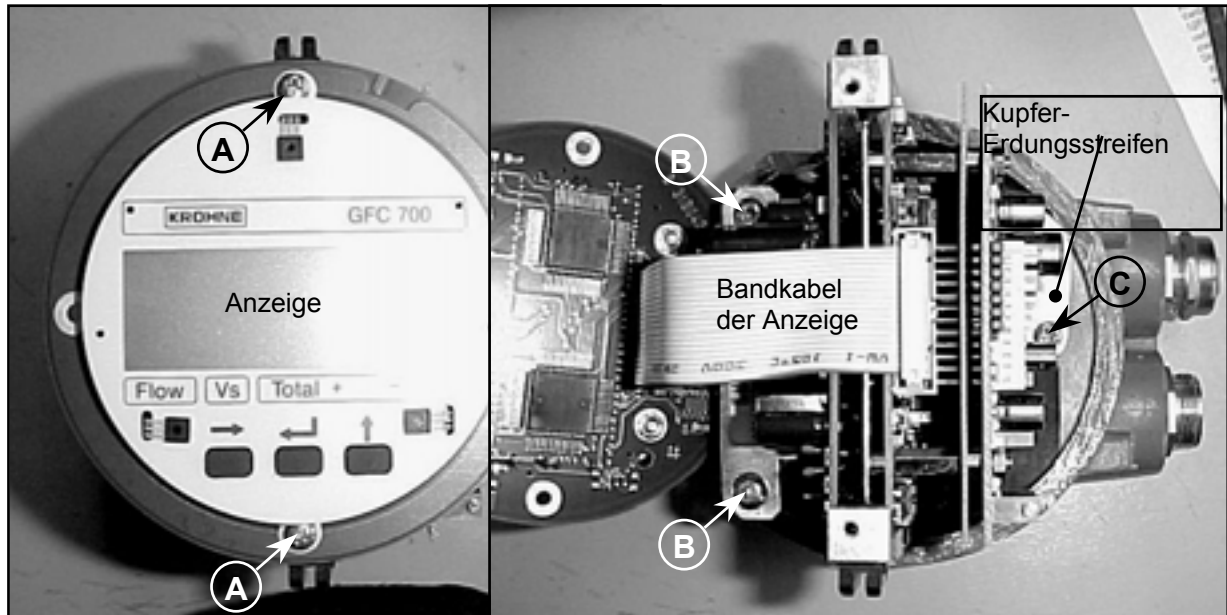

Abbildung 5: Anzeige (links) / Elektronikunit nach Entfernung der Anzeige (rechts)
- ◆ Der Kupfer-Erdungstreifen auf der Rückseite der Elektronikeinheit **muss** mit der Schraube **C** (siehe Abbildung 5) sicher mit dem Gehäuse (hinteres Ende des Elektronikkastens) verschraubt sein. Die Elektronikeinheit ist mit den zwei Schrauben **B** am hinteren Ende des Elektronikkastens angebracht. Bevor man auf die Schrauben **B** und **C** zugreifen kann, muss mit Hilfe der Schrauben **A** die Anzeigeeinheit entfernt werden.
2. Lösen Sie die beiden Schrauben **A** der Anzeige und lösen Sie die Bandkabel-Steckverbindung der Anzeige (siehe rechtes Bild der Abbildung 5 oben).